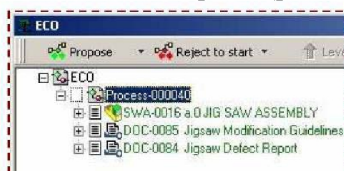

Рис.91
- Последняя версия сборки Jigsaw появится в дереве (рис. 91).